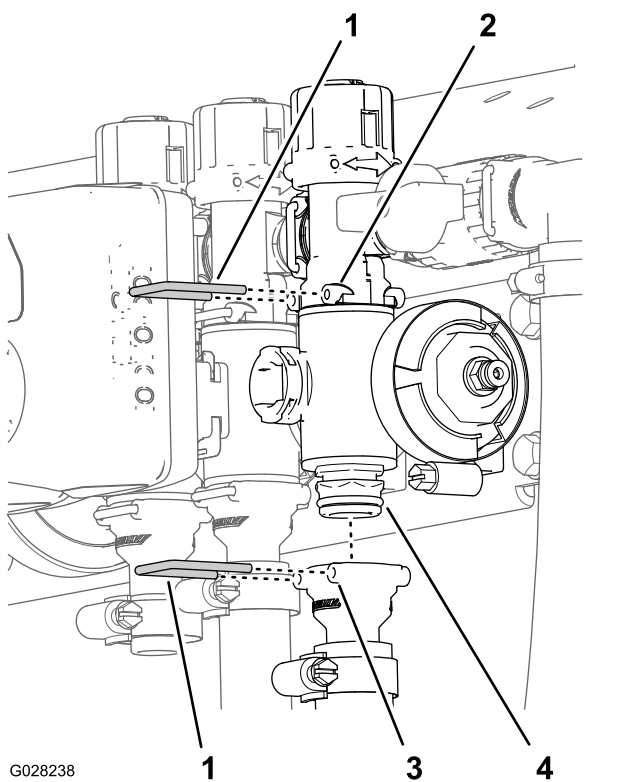

Рисунок 69
2. Снимите держатели, которые крепят выпускной штуцер к коллектору клапана секции и коллектор клапана к перепускному штуцеру (Рисунок 69).